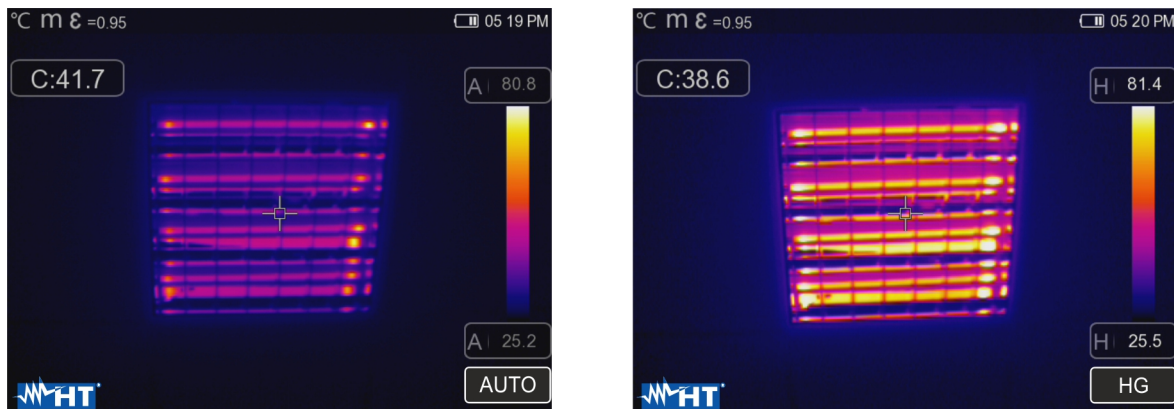

Fig. 46: Impostazione modi Automatico e Istogramma
- Modo **Istogramma (HG)** → i livelli minimo e massimo di temperatura dell'oggetto inquadrato a display sono sempre definiti automaticamente, come nel modo Auto, da parte dello strumento ma in tal caso sono messi in particolare risalto le zone dell'immagine in cui i valori delle temperature sono molto diverse da quelli delle zone adiacenti. La relazione tra la temperatura e il colore della tavolozza è **non lineare** in base ad un algoritmo a istogramma. Questo modo enfatizza la visualizzazione dell'immagine in ambienti di lavoro molto scuri
1. Premere il tasto oppure toccare l'icona "AUTO" presente nella parte bassa destra del display. Le videate di Fig. 46 mostrano le selezioni dei modi "AUTO" e "HG"